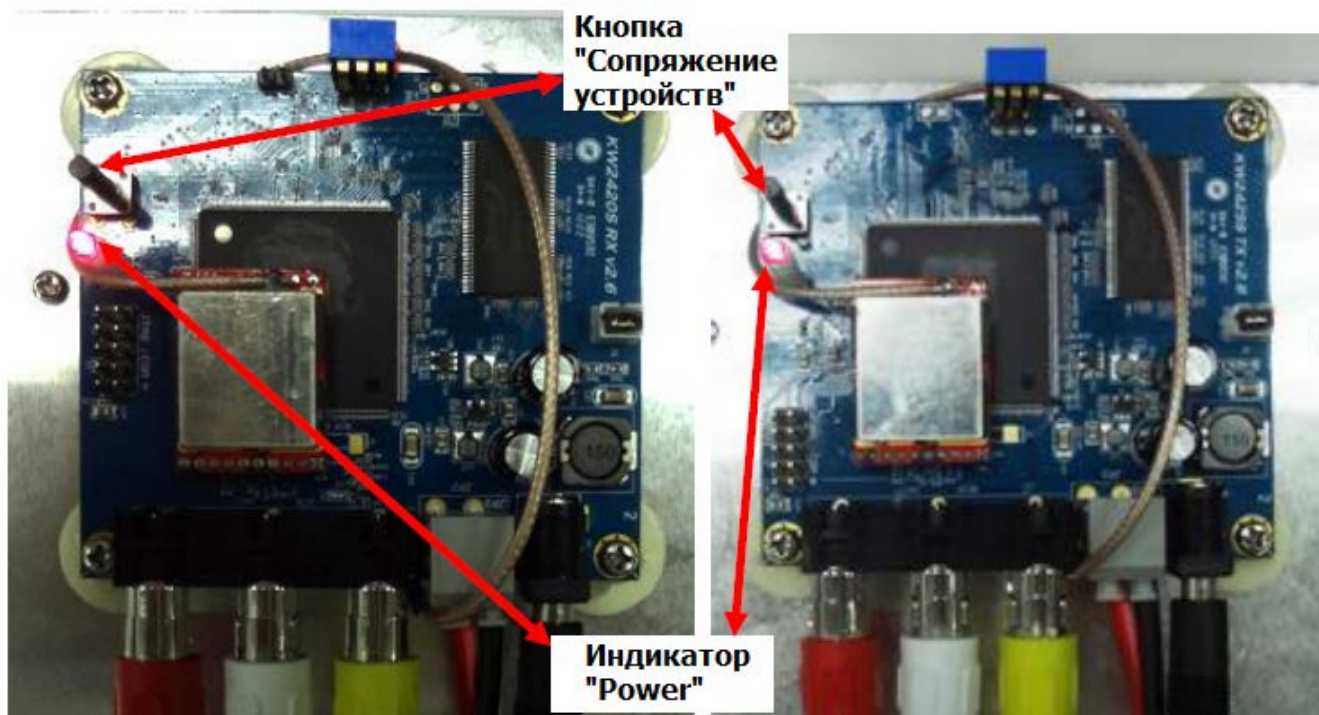

Рис.10 Сопряжение передатчика WT2.4/7 / WT2.4/7(P) и приёмника WR2.4/7 / WR2.4/7(P).
6. Нажмите на кнопку «сопряжение устройств» на передатчике и приемнике и не отпускайте, пока индикатор питания не начнет мигать, затем отпустите кнопку (кнопки на передатчике и приёмнике не обязательно нажимать одновременно, также передатчик может находиться от приёмника на расстоянии не менее 3 метров для успешного сопряжения ). См. Рис.10.